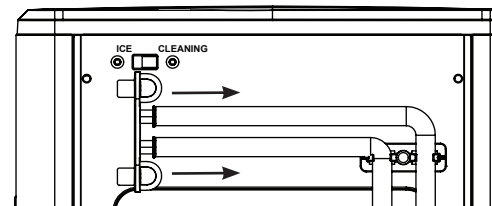

Figura 8
16. Vuelva a colocar los tubos de drenaje en la parte posterior. Ver figura 8.